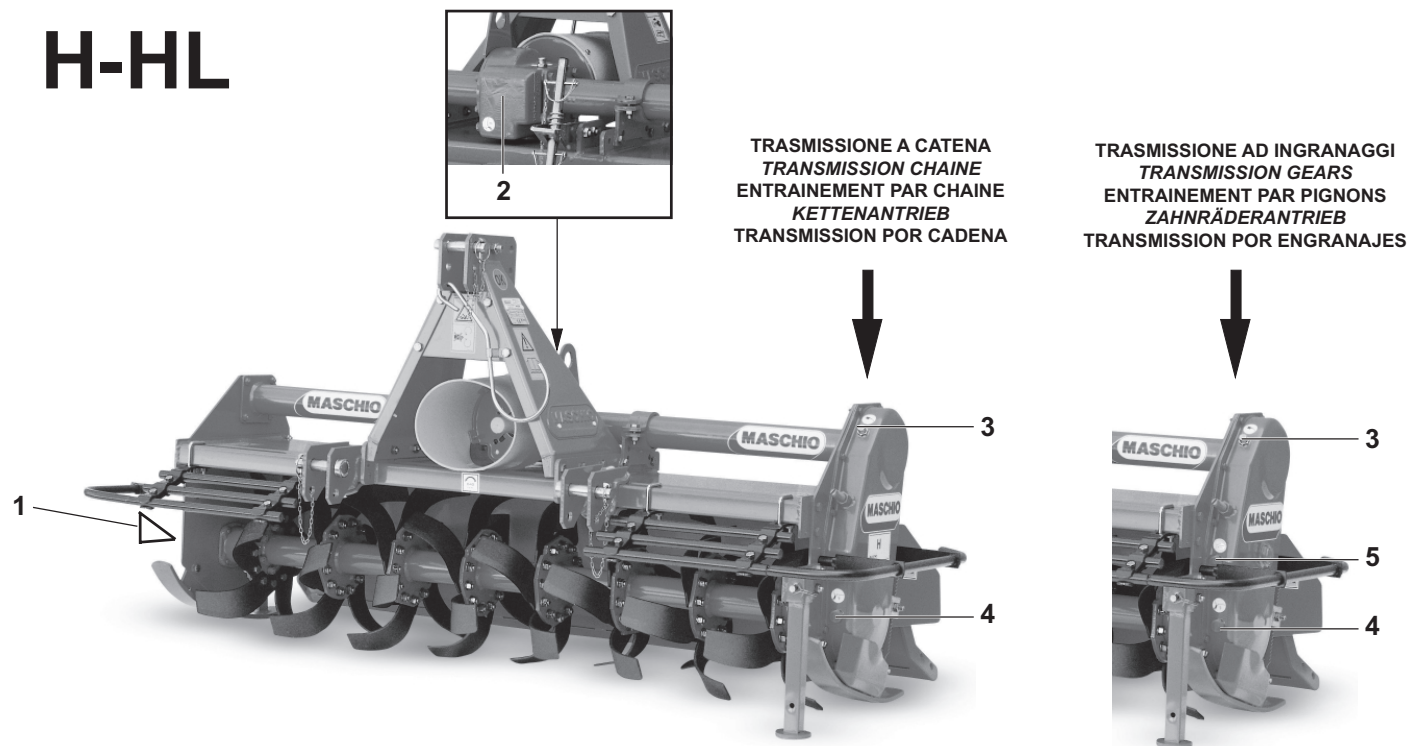

Fig. 36
Add oil through the fill plug if necessary (3 Fig. 36). It should flow from the level plug.
- Side transmission gears: check the level of the oil in the side casing of the transmission unit, unscrewing the level plug (5 Fig. 36) and checking that oil flows out. Add oil through the fill plug if necessary (3 Fig. 36). It should flow from the level plug.
- Change the oil in the in the gearbox or in the reduction unit and transmission casing by completely draining off the old oil through the drain plug under the reduction unit and through the transmission drain plug (4 Fig. 36). When this operation is carried out, it is also advisable to demount and clean the clutch disks (if the cardan shaft has a clutch).
Si nécessaire rajouter de l'huile par le bouchon de remplissage (3 Fig. 36) jsqu'à ce qu'elle sorte par le bouchon de niveau.
- Entraînement latéral par pignons: contrôlez le niveau de l'huile dans le carter latéral de la transmission en dévissant le bouchon de niveau (5 Fig. 36) et vérifiant si l'huile sort. Si nécessaire rajouter de l'huile par le bouchon de remplissage (3 Fig. 36) jusqu'à ce qu'elle sorte par le bouchon de niveau.
- Vidangez entièrement l'huile du réducteur ou du boîte de vitesse et du carter de transmission à travers le bouchon de vidange qui se trouve sous la boîte du réducteur et par le bouchon de vidange de la transmission (4 Fig. 36). A cette occasion démontez et nettoyez le plateau d'embrayage (dans le cas d'arbre à cardans à embrayage).
Ggf. durch den Öleinfüllstopfen (3 Abb. 36) soviel Öl nachfüllen, bis das Öl am Ölstandsstopfen ausläuft.
- Zahnradantrieb: den Ölstand im Seitenantrieb prüfen. Dazu den Ölstandsstopfen (5 Abb. 36) losschrauben und prüfen, ob Öl ausfließt. Ggf. durch den Öleinfüllstopfen (3 Abb. 36) soviel Öl nachfüllen, bis das Öl am Ölstandsstopfen ausläuft.
- Das Öl im Getriebe und im Seitenantrieb wechseln. Dazu die Ölablaßschraube unter dem Getriebegehäuse und den Stopfen des seitlichen Antriebs (4 Abb. 36) losdrehen und das Öl ausfließen lassen. Bei dieser Gelegenheit ist es auch ratsam, die Kupplungsscheiben auszubauen und zu reinigen (wenn man eine Gelenkwelle mit Rutschkupplung verwendet).
Eventualmente agregar aceite a través del tapón de llenado (3 Fig. 36), hasta que veamos que sale por el tapón de nivel.
- Transmisión lateral por engranajes: controlar el nivel de aceite en el cárter lateral de la transmisión, desenroscando el tapón de nivel (5 Fig. 36) y controlando que salga el aceite. Eventualmente agregar aceite a través del tapón de llenado (3 Fig. 36), hasta que veamos que sale por el tapón de nivel.
- Efectuar el cambio completo del aceite, tanto del reductor (o en la caja de cambio) como también del cárter de transmisión, descargando completamente el aceite del tapón de descarga presente debajo de la caja del reductor y del tapón de descarga transmisión (4 Fig. 36). Es conveniente también al hacerlo desmontar y limpiar los discos de embrague (si poseemos un árbol cardánico con embrague).